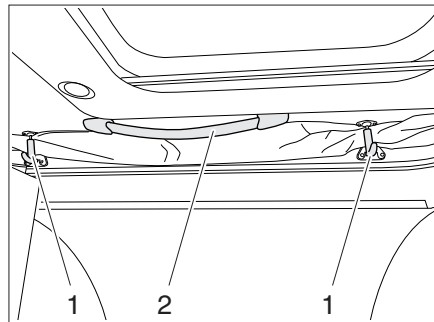

Fig. 52 Techo elevable
- Soltar los seguros (Fig. 52,1) tirando ligeramente.
- Empujar el techo elevable hacia arriba con los tiradores (Fig. 52,2).
- Empujar el techo elevable hacia abajo con los tiradores (Fig. 52,2).
- Tirar los seguros (Fig. 52,1) ligeramente hacia abajo y engancharlos de nuevo.